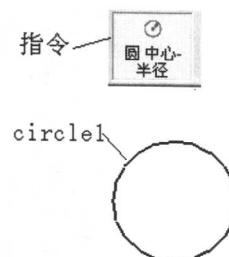

图 1-3 生成圆 1
(1) 利用工具栏“直线和圆弧”→“圆中心一直径”，以原点为圆心生成一直径 $D=40$ 的圆 (circle1)，如图 1-3 所示。